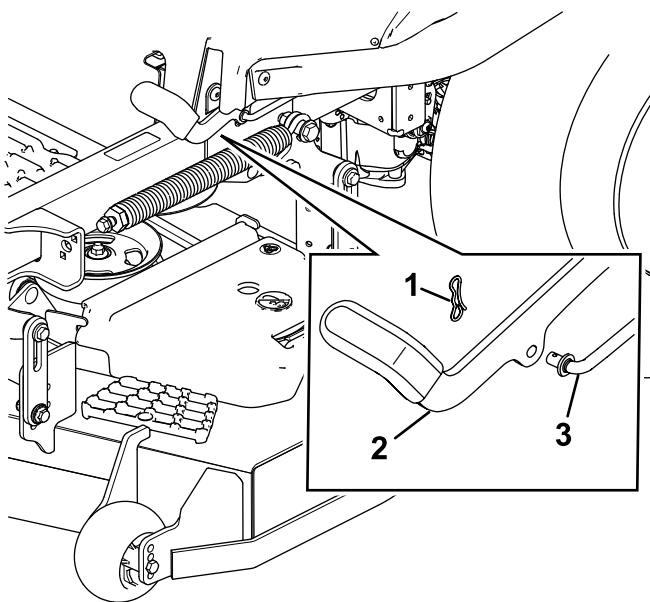

Figure 60
6. Si un réglage est nécessaire, desserrez le frein de stationnement : Retirez la goupille fendue de l'axe de la tringlerie de frein (Figure 60).